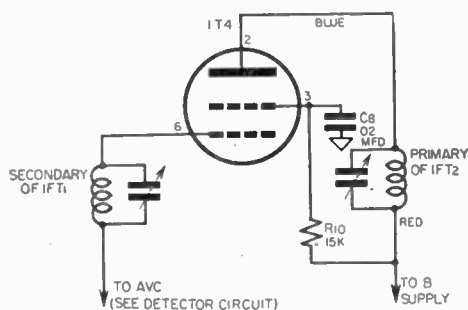

Fig. 8-9. I. F. amplifier circuit.
f) *I.F. Amplifier Circuit.* See Figure 8-9.